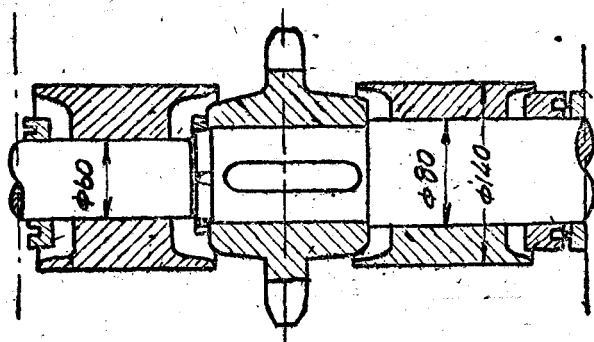

图10 机头滾
(1) 把机头軸上的短四星輪改用机尾的长牙四星輪，在四星輪两边軸上各用二个半圓的鑄鉄滾（机头滾）用螺絲固定在軸上，如图10所示。这样掉鏈子时用木棒一逼就会上去。